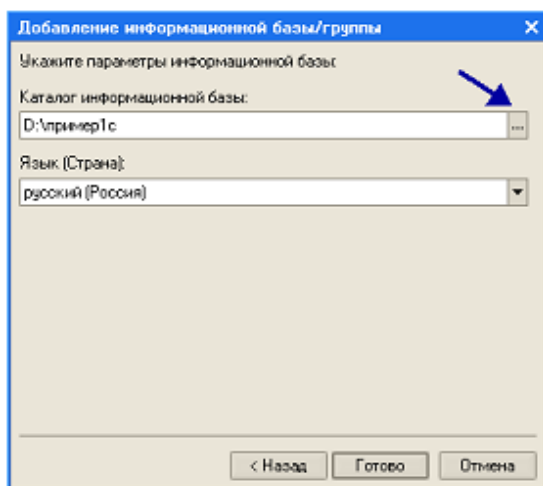

Рис. 10
5. В диалоговом окне в специальном поле введите название создаваемой информационной базы и установите переключатель *На данном компьютере или на компьютере в локальной сети*. Щелкните на кнопке *Далее* - откроется диалоговое окно (рис. 10).